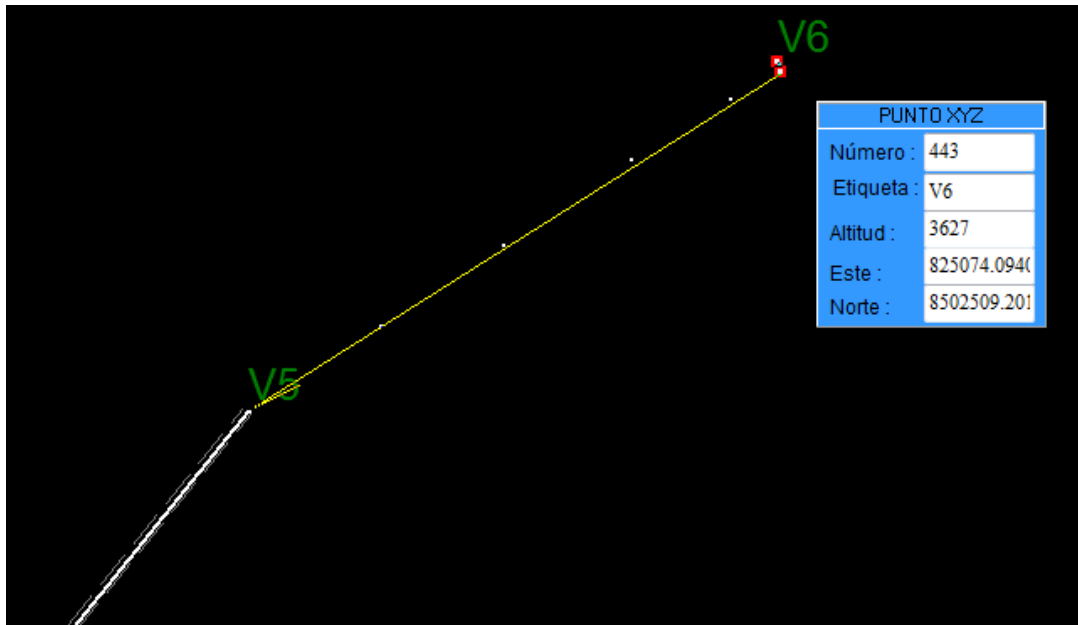

Fig. 3.23
- a) Acercarse con el puntero del mouse al punto que se considera Vértice. El programa busca automáticamente el punto más cercano a la ubicación del mouse y lo marca con un cuadro de color rojo (Ver Fig. 3.23).
- c) El programa marcará este punto como vértice y aparecerá una línea amarilla que sirve de guía para continuar fijando los siguientes vértices. (Ver Fig. 3.23)